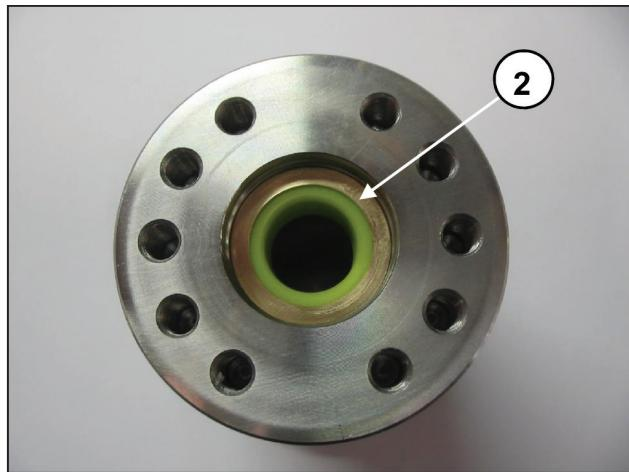

Рис. 124
- Вставьте антиэксструзионное кольцо ② и втулку уплотнений ③, как показано на Рис. 124, Рис. 125, Рис. 126.